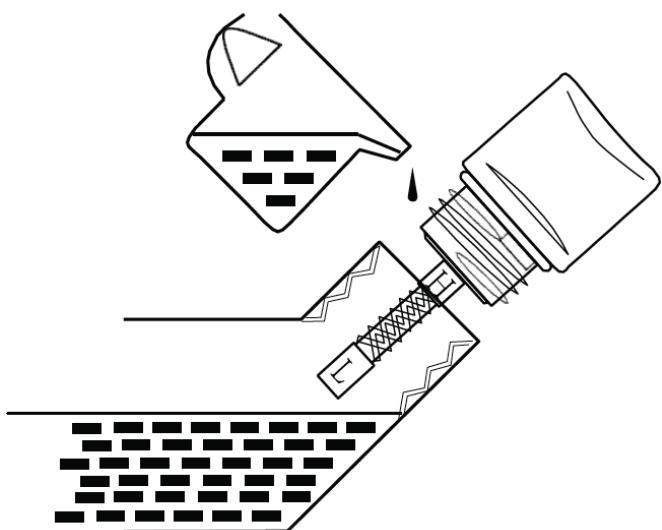

Figure 21 - Vérification du niveau d'huile
- **Niveau d'huile acceptable** - L'huile est visible sur la partie hachurée entre les lignes H et L sur le bouchon/jauge de remplissage d'huile. (voir Figure 21).
7. À l'aide de l'entonnoir et du tube fournis, ajouter lentement l'huile moteur au moteur. Continue to add oil until the oil is at the correct level. See Figure 21.